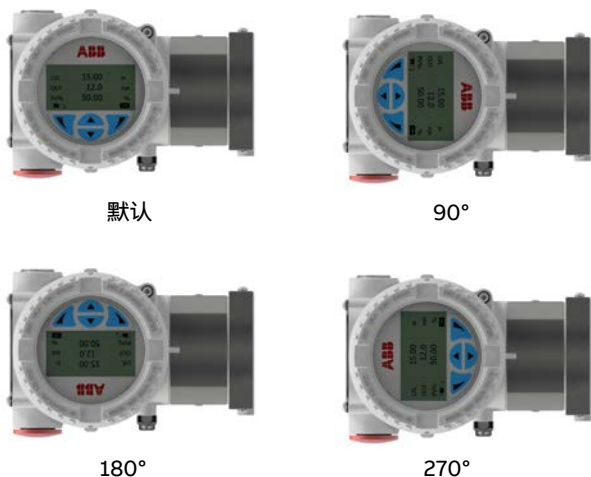

图 16 窗口前盖和 HMI 显示器
- 它可以 + 90° 或 + 180° 旋转（图 16）。